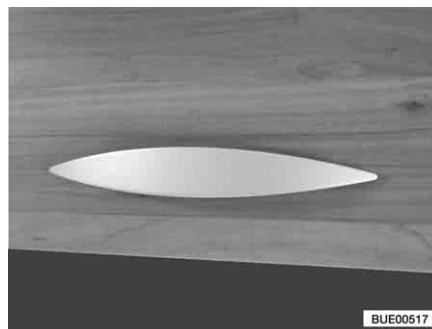

Fig. 36 Abattant de placard avec poignée (exemple)
- Tirer sur la poignée (Fig. 36) jusqu'à ce que l'abattant de placard s'ouvre.